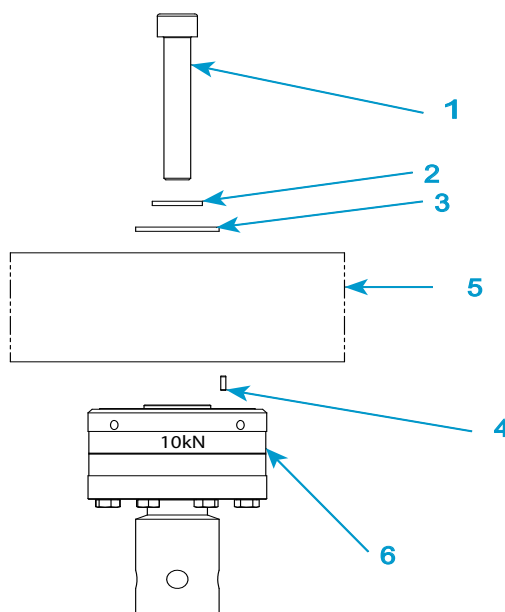

Figura 18. Installazione di una cella di carico 2530 10 kN
Legenda per Figura 18
1. Fare riferimento a Figura 18 a pagina 87 e alla relativa legenda associata.